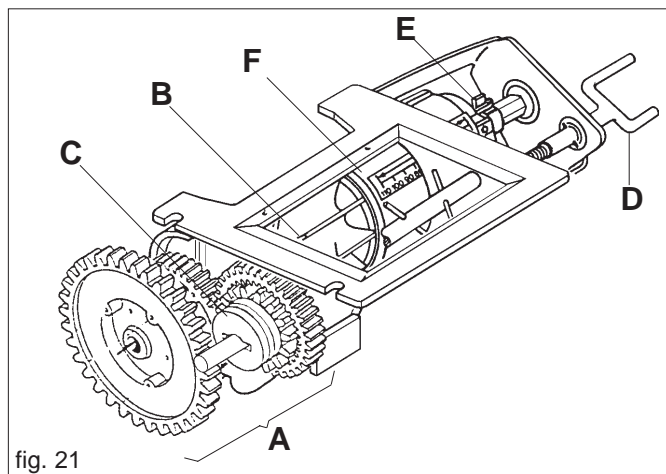
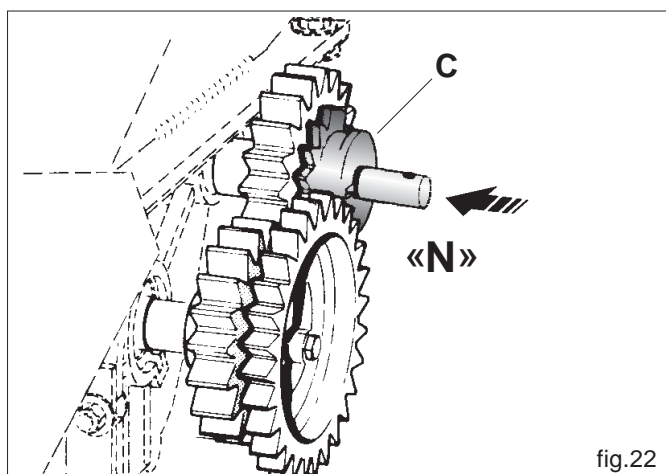
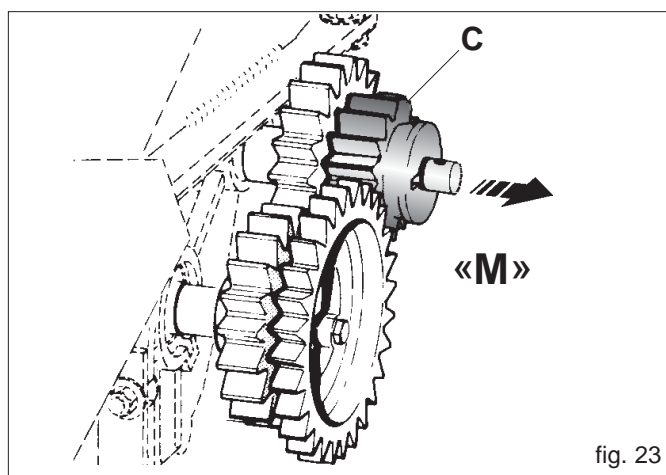
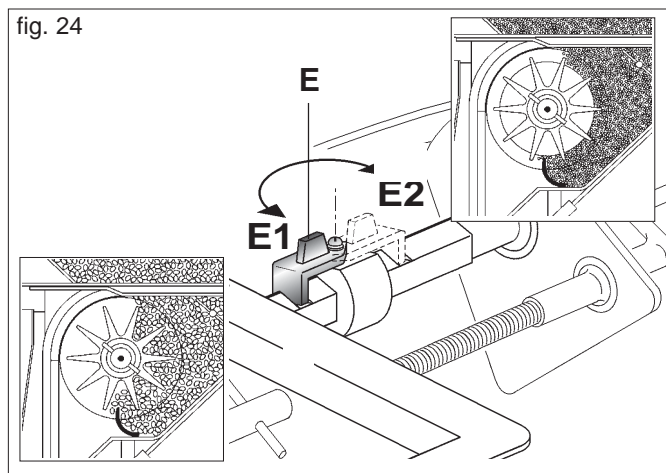

fig. 21
fig.22
fig. 23
fig. 24
El dosificador (Fig 21), que es el órgano principal para el funcionamiento de la sembradora, se encuentra colocado debajo del tanque de las semillas.
Consta de un cambio (A Fig. 21), permite dos relaciones de transmisión al rodillo distribuidor (B) variando la posición de la rueda dentada roja (C Fig. 21, 22, 23). En la posición «N» (Fig. 22), la relación con el cambio es de 1:1 dictada por el par de ruedas dentadas Z19; colocando la rueda (C) en «M» (Fig. 23), el rodillo distribuidor demediará los propios giros, puesto que la transmisión será compuesta por la rueda motriz roja Z14 y la rueda conducida Z28. Al efectuar una prueba de dosificación así como viene descrito en el capítulo 4.1.2 se notará que, respecto a la prueba con la relación 1:1, la cantidad de producto distribuido resultará demediado (véase Tabla de Distribución). La posición «M» de la rueda dentada (C) es necesaria para la distribución de semillas y para cantidades relativamente pequeñas. La varilla de tornillo (D) permite graduar la abertura de la persiana según el valor de la escala graduada, indicado en la tabla y de la prueba de distribución (capítulo 4.1.2). El elemento de referencia para configurar la apertura de la válvula es el punto A (Fig. 24).
El resorte de bloqueo (E Fig. 21, 24) permite modificar el campo de abertura de la persiana y simultáneamente la capacidad del rodillo dosificador. La posición «E1» (Fig. 24) permite una abertura de la persiana sobre la escala graduada de 0 a 110 con la máxima capacidad de distribución del rodillo dosificador; mientras en la posición «E2» permite una abertura de la persiana de 0 a 25 que comporta una reducción de la capacidad del rodillo. Es importante recordar que es necesario cerrar siempre completamente la persiana (en la posición 0 de la escala graduada) para invertir la posición del resorte de bloqueo (E).
La cantidad de la semilla que debe ser distribuida por hectárea, viene graduada por el aparato de dosificación (Fig. 21) moviendo el enrejado (F) por medio del eje de tornillo (D). Las posiciones de la escala dosificación (respecto de la referencia A Fig. 24) corresponden a los valores de la tabla de graduación en la columna de la izquierda (las tablas de distribución se encuentran en el manual de Uso y Mantenimiento del Control Eléctrico de la Distribución).